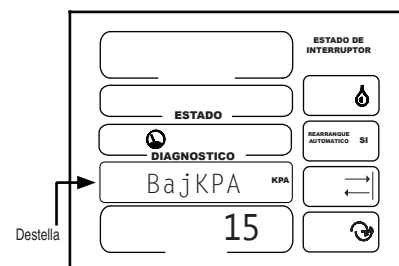

Figura 39-4
Durante el arranque y el funcionamiento del equipo se utiliza baja presión. El intervalo es de 0 a 100 y el valor predeterminado es 15. Vea la Figura 39-4.
1. Baja presión debe estar destellando. Vea la Figura 39-4.